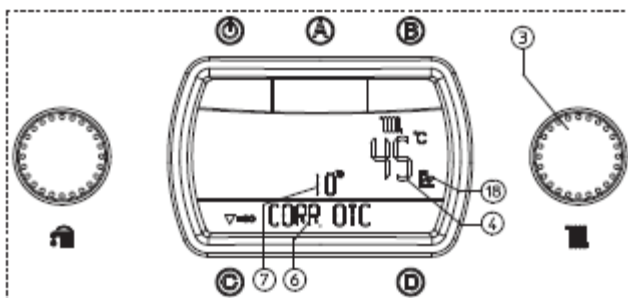

Fig. 14
Корректировка производится селектором (3) в соответствии с измеренным значением температуры наружного воздуха. Изменение параметра параллельного переноса offset индицируется строкой (7), в строке (4) отображается текущая температура в подающей магистрали с обновлением значения через каждые несколько секунд при этом на дисплее также отображается надпись "CORR OTC" (Рис. 14). Вращая ручку селектора (3) по часовой